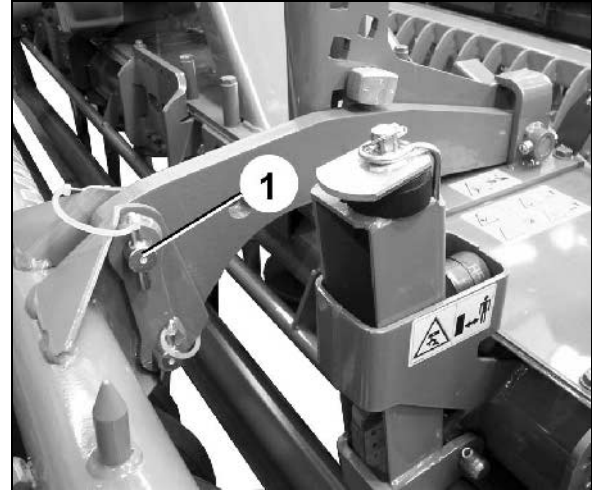

Рис. 39
- Извлеките верхние пальцы (Рис. 39/1), если в комбинацию входит насадная сеялка, прикрепленная к почвообрабатывающему агрегату и катку.